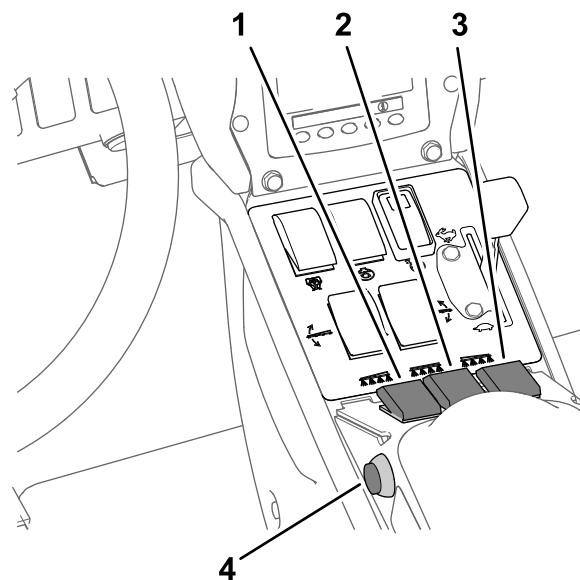

Figura 44
7. Ponga los interruptores de sección de fumigación en la posición de ACTIVADO (Figura 44).
10. Conduzca a la velocidad deseada y luego ponga el interruptor maestro en la posición de ACTIVADO para empezar a fumigar (Figura 44).
3. Ponga el interruptor maestro en la posición de DESACTIVADO; consulte Figura 44, en Fumigación en el Modo de caudal de aplicación (página 39).
7. Ponga los interruptores individuales de las secciones que desea utilizar en la posición de ACTIVADO; consulte Figura 44 en Fumigación en el Modo de caudal de aplicación (página 39).
9. Conduzca a la velocidad deseada y luego ponga el interruptor maestro en la posición de ACTIVADO para empezar a fumigar; consulte Figura 44, en Fumigación en el Modo de caudal de aplicación (página 39).